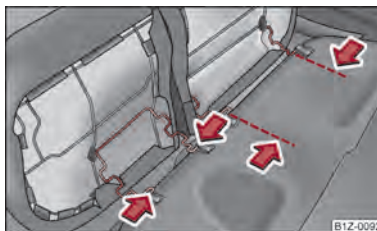

Fig. 49 Démontage des assises des sièges
- Poussez l'étrier en fil de fer dans le sens de la flèche ⇒ fig. 49 et sortez l'assise du support.